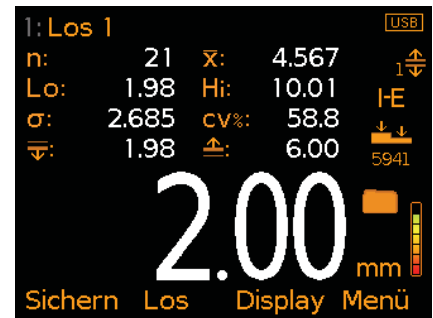

Bild 2: Ausgewählte Statistik und Messwerte
- **Ausgewählte Statistik (Bild 2):** Bis zu 8 Statistikwerte können angezeigt werden, wie vom Benutzer über Display/Statistik/Statistik Auswählen definiert. Verfügbare Optionen: